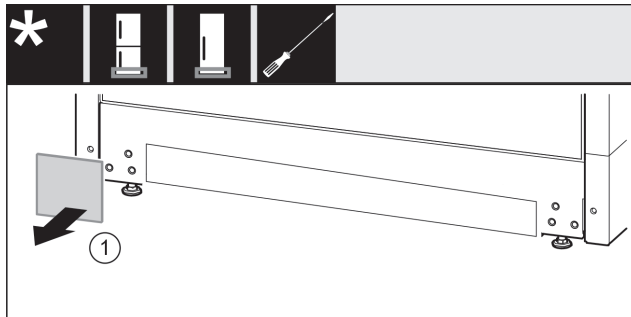

Fig. 27
- Abdeckung Fig. 27 (1) abnehmen.